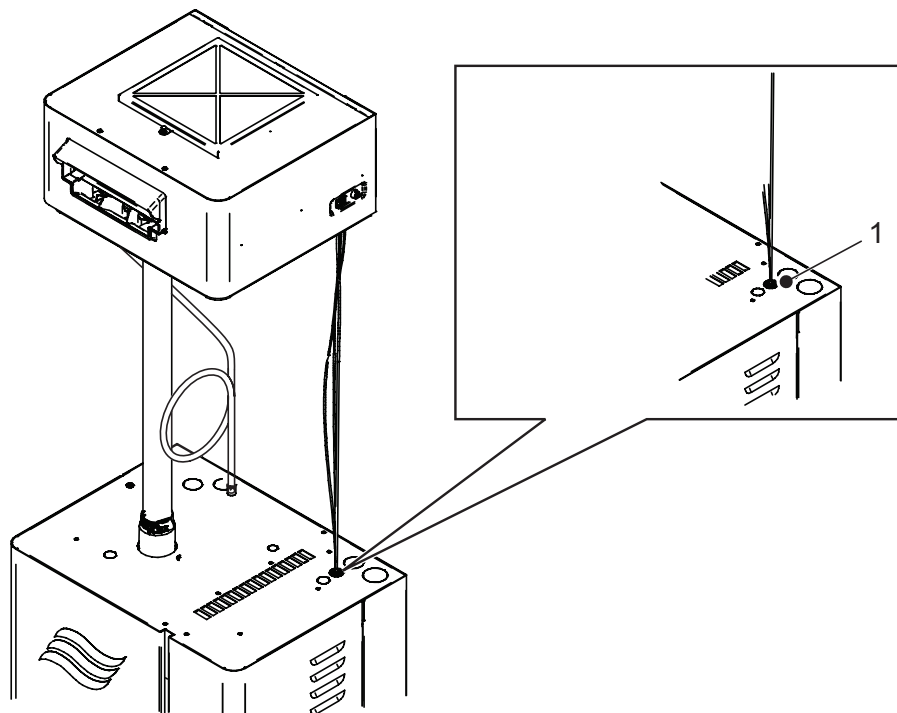

Bild 15: Kabelführung
- b. Installieren Sie die Kabeldurchführung (mitgeliefert) in der Ausbrechöffnung direkt unter dem Netzansschlussstecker des Ventilationsgeräts und führen Sie die Kabel durch die Kabeldurchführung, wie in Bild 15 dargestellt.